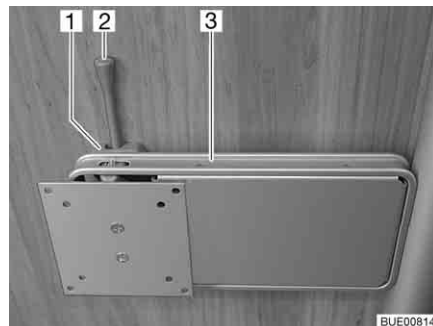

Fig. 87 Supporto su colonna
- Spingere di lato la leva di sbloccaggio (Fig. 87,2) e ruotare il supporto (Fig. 87,3) con lo schermo piatto nella posizione desiderata.
- Riportare indietro lo schermo piatto finché il supporto (Fig. 87,3) non si innesta nel bloccaggio (Fig. 87,1).